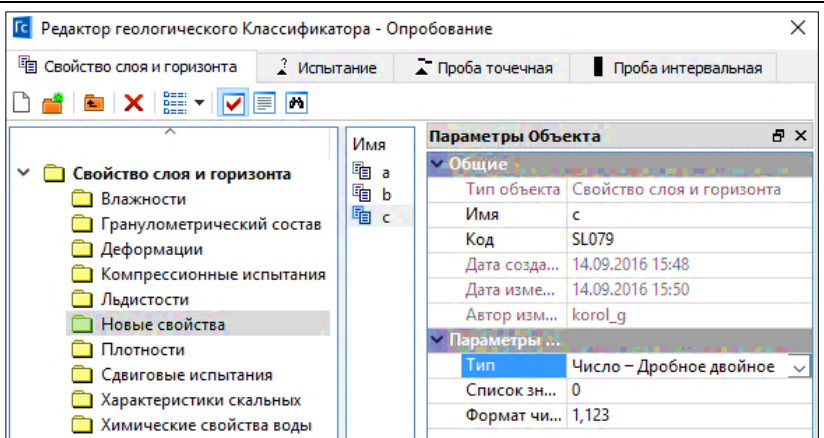

Рис. 10.3
9. При помощи кнопки  главного меню вызовите **Редактор геологического классификатора**. Создайте новую папку  и три произвольных свойства  а, b, c (Тип – число). Рисунок 10.3.